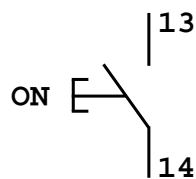
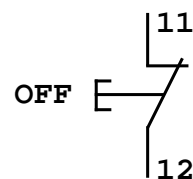

Figura 3.1: Botão Sem Retenção - NA
Figura 3.2: Botão Sem Retenção - NF
A figura 3.1 mostra a simbologia de um botão (chave) sem retenção, tipo Normalmente Aberta (NA)1. A figura 3.2 mostra a simbologia de um botão (chave) sem retenção, tipo Normalmente Fechada (NF)2.